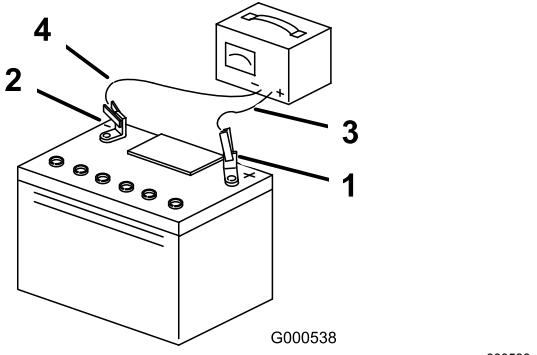

Bild 49
5. Ziehen Sie, wenn die Batterie voll geladen ist, den Stecker des Ladegeräts aus der Dose. Klemmen Sie dann die Klemmen des Ladegeräts von den Batteriepolen ab (Bild 49).